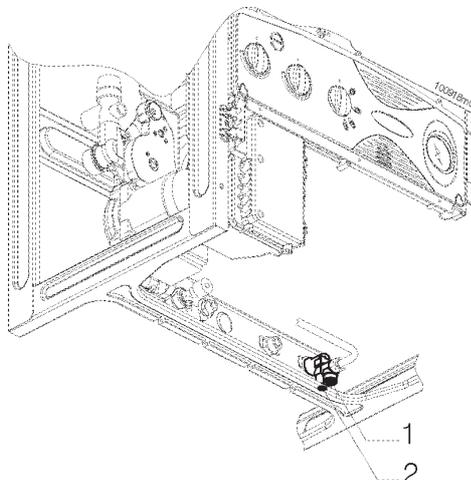

Figura 28 - selettore portata acqua calda sanitaria
- se la temperatura dell'acqua è troppo fredda occorre ridurre la portata dell'acqua attraverso il selettore "2" (vedi figura 28) fino al raggiungimento della temperature desiderata.